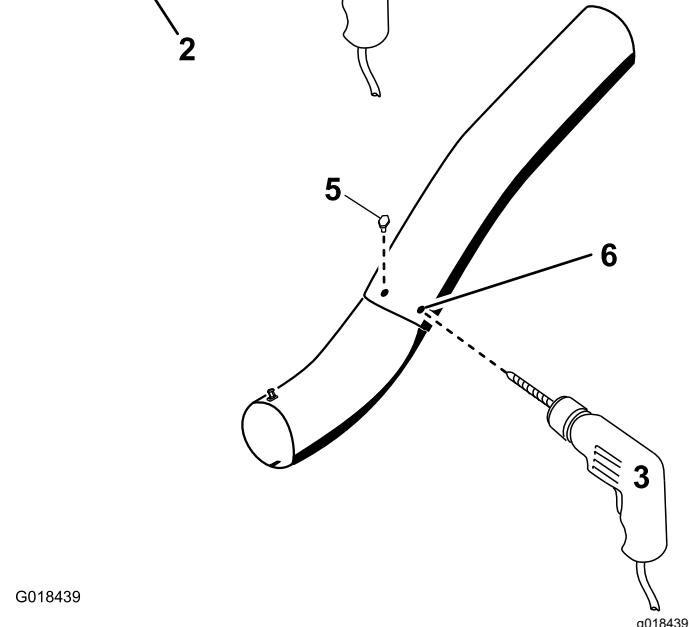

Figura 32
13. Folosind orificiile existente în tubul superior ca ablon, efectuați 2 orificii cu diametrul de 6,5 mm prin adânciturile de pe tubul inferior (Figura 32).
- 16. Montați aibele ($\frac{1}{4}$) la uruburi (Figura 32).
- 17. Folosind o cheie hexagonală, montați uruburile ($\frac{1}{4} \times \frac{3}{4}$ ") și aibele ($\frac{1}{4}$) din interiorul tubului inferior și prin orificiile existente în tubul superior (Figura 32).
- 18. Fixați tuburile împreună cu piuliile ($\frac{1}{4}$) astfel cum se arată în Figura 32.